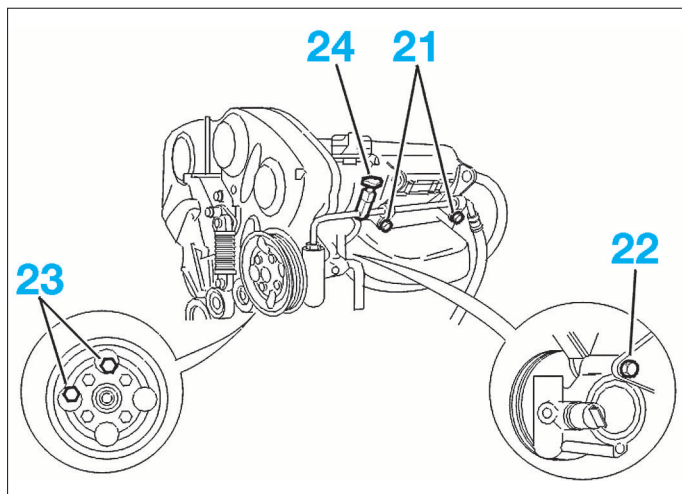

FIG. 100
- les vis (21) (Fig.100) de bridage du tuyau haute pression du circuit de direction assistée.
- la vis (22).
- les vis (23).
- Débrancher le connecteur (24) du capteur de pression du circuit de direction assistée.